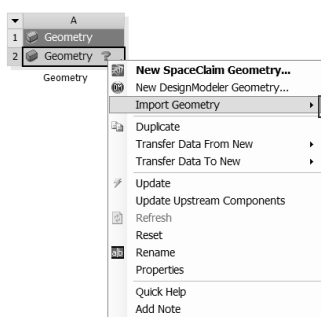

图 17-4 导入几何体
Step1：在 A2 Geometry 上右击，在弹出的快捷菜单中选择 Import Geometry Browse 命令，如图 17-4 所示，此时会弹出“打开”对话框。